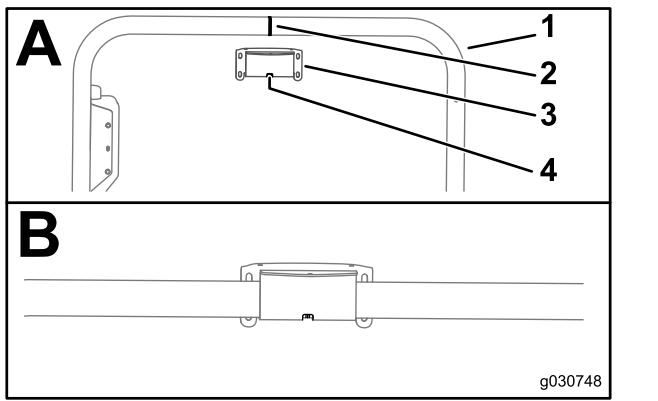

図 123
- 受信機用マウントの中央部にあるスロットを、ROPSのセンターライン溶接跡に合わせる図 123。